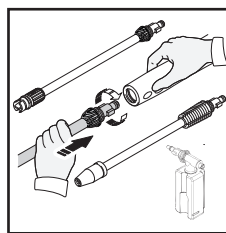

Fig. 7
- Lorsque le pistolet est en position de blocage, insérez la lance rotobuse, la lance réglable ou le canon à mousse, directement au bout du pistolet, en poussant et en tournant au même temps l'accessoire en sens horaire jusqu'au blocage total des deux parties. (Figure 7)